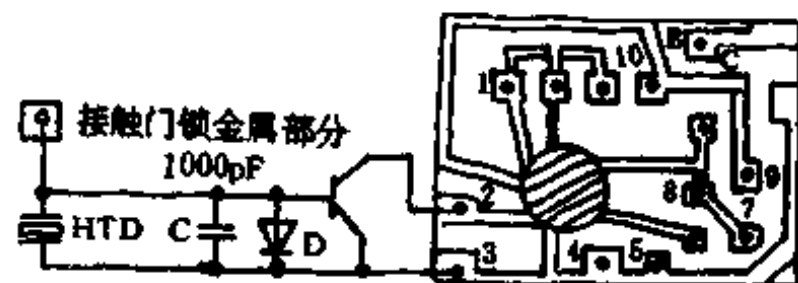

图1-83
该电路采用了语言集成电路CIC5608(电路如图1-83所示)。接上2.4~5V的电源后,调节电阻R,IC即可输出1声或2声极为逼真的狗吠。IC各脚功能为:⑩、④脚接470k Ω 微调电阻;①、⑪脚接820pF电容;⑧、⑨脚接1 μF 电容;E、B、C接3DX203;⑫、⑬脚接8 Ω 扬声器;⑤、⑥、⑦脚接选声开关(⑦脚接活动端,⑤、⑥脚接固定端);②脚接触发端;③脚接电源正极;⑦脚接电源负极。